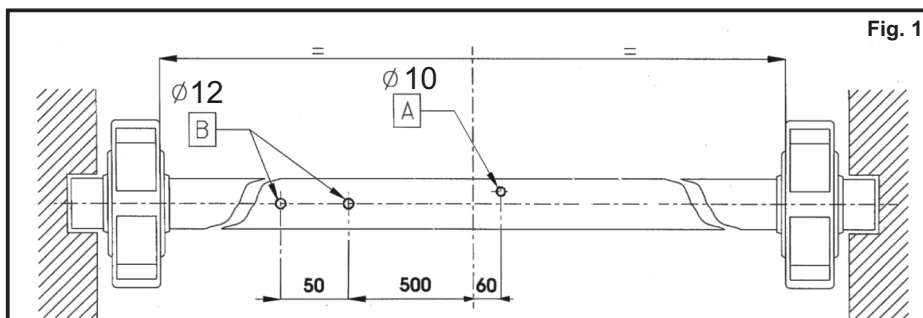
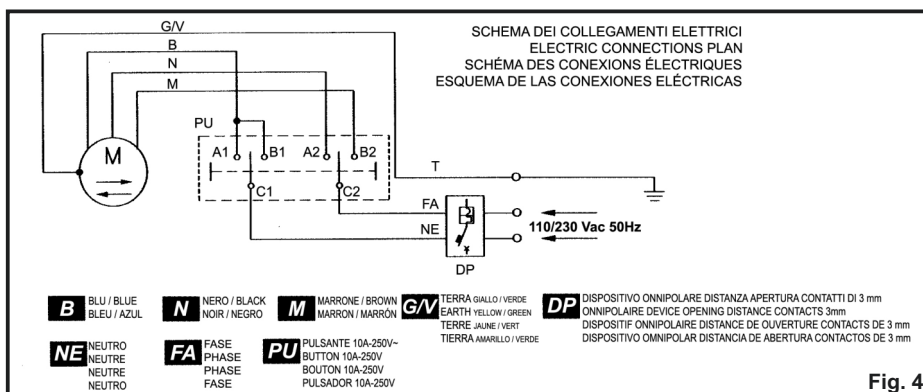

Fig. 1
Fig. 4
- B) Effettuare sull'albero della serranda le tre forature non passanti (FIG. 1). Se il motoriduttore non è dotato di elettrofreno, effettuare una sola foratura B.
- F) Se l'albero della serranda è inferiore al diametro del foro dello chassis del motoriduttore è necessario a questo punto montare i manicotti di riduzione, posizionandoli con riferimento al foro A diametro 10 mm, già effettuato (fig. 1).
- P) Introdurre il cavo 4X1 in dotazione all'interno del foro B (fig 1), evitando qualsiasi contatto con le parti in movimento; eseguire i collegamenti elettrici secondo lo schema elettrico in fig.4. In presenza di motoriduttore con elettrofreno, introdurre la guaina del freno all'interno del secondo foro B.
- B) Effect on the tube of the shutter 3 non passing perforations (figure 1); If the motor is not equipped with electrobrake, make only perforation B.
- F) In case the tube of the shutter is inferior to the diameter of the hole chassis motor, you must mount the sleeves reduction positioning them with reference to the hole A diameter 10 mms, (fig. 1).
- P) Introduce the electric cable 4X1 into the hole B (fig 1), avoiding any contact with the parts in movement. Perform the electric connections according the electric plan (fig.4). In presence of motor with electrobrake, introduce the sheat of the brake inside the second hole B.
- B) Effectuer sur l'arbre du rideau les trois crevaisons non débouchants (FIG. 1); si le moteur n'est pas doté d'électro-frein, effectuer seulement le crevaison B.
- F) Si le tube du rideau est inférieur au diamètre du trou du châssis du moteur, il sera nécessaire appliquer les réductions en plastique, avec référence au trou A de 10 mm, déjà effectué (fig. 1).
- P) Introduire le câble 4X1, en dotation, dans l'intérieur du trou B (fig 1) en évitant le contact avec les parties en mouvement; exécuter les connexions électriques, selon le schéma indiqué dans la fig.4. En présence de moteur avec de l'électro-frein, introduire la gaine du frein à l'intérieur du second trou B.
- B) Efectuar sobre el árbol del cierre metálico los tres taladros no pasante (FIG. 1); en el caso de motor sin electrofreno, efectuar un solo taladro B. (Fig.1)
- F) Si el árbol del cierre metálico es inferior al diámetro del taladro del chasis del motor, es necesario montar las reducción de plástico, posicionándola con referencia al taladro A. diámetro 10 mm, ya efectuados. (Fig. 1).
- P) Introducir el cable eléctrico 4X1 en el taladro B (Fig 1) evitando cualquier contacto con las partes en movimiento; Ejecutar los empalmes según el esquema eléctrico en fig.4 En presencia de motor con electrofreno, introducir la funda del freno dentro del segundo taladro B (Fig. 1).